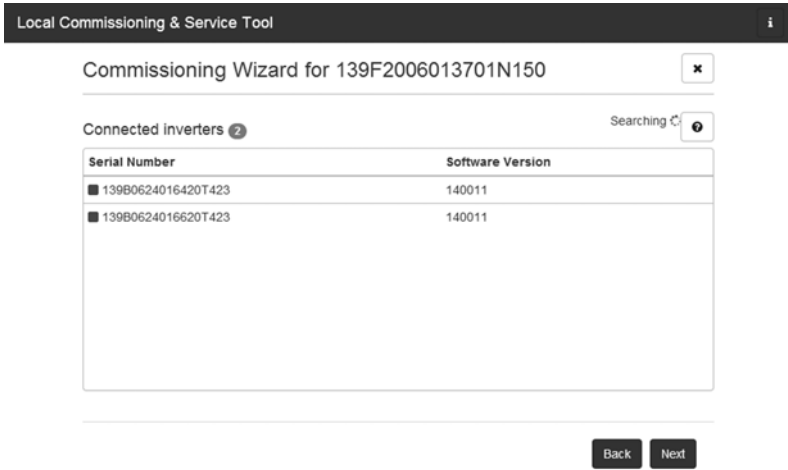

Abbildung 11: LCS-Tool - Liste der angeschlossenen Wechselrichter
6. Eine Liste der durch den ausgewählten Inverter Manager identifizierten Wechselrichter wird angezeigt (siehe Abbildung 11).